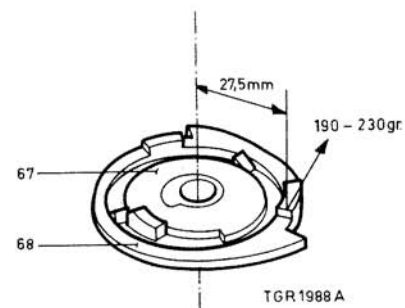

Fig. 23
Controle van de voorspanning van veer pos.69, zie fig.23
De kracht nodig om commandoschijf pos.68 iets terug te duwen moet 190 tot 230 g bedragen (zie fig.23). Dit moet gemeten worden op een afstand van 27,5 mm van het middelpunt van de betreffende commandoschijf. Wijkt bovengenoemde waarde teveel af dan moet veer pos.69 vervangen worden.